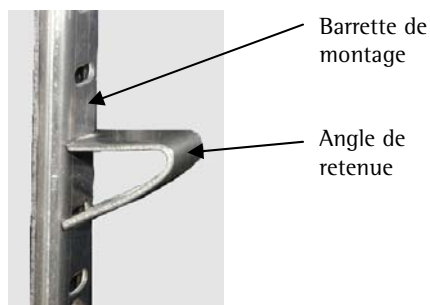

Fig. 8 : Angle de retenue monté
2. Enfoncer alors l'angle de retenue et laisser s'encliqueter l'extrémité inférieure de l'angle de retenue dans la barrette de montage – un évidement plus bas (v. fig. 8).